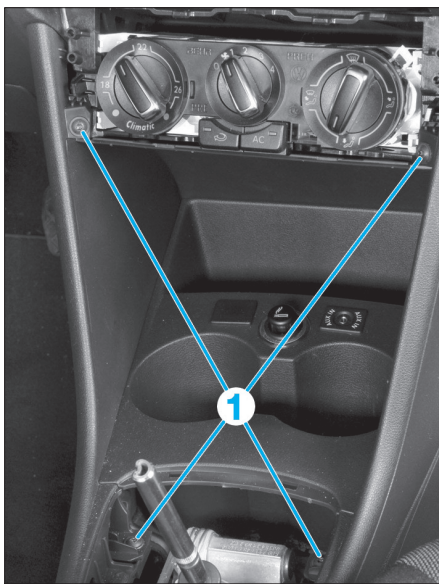

FIG. 17
• Déposer les vis de fixation (1) (Fig.17).
- Déposer les vis de fixation (1) (Fig.17).